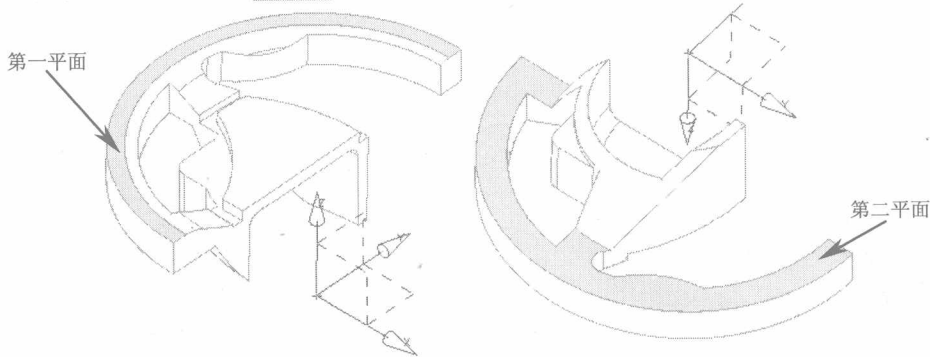

图1-31
11. 在菜单栏中选取【插入】/【基准/点】/【基准平面】命令，弹出【基准平面】对话框。设置类型为【Bisector】方式，参照图 1-31 所示，依次选取第一平面和第二平面，单击 **确定** 按钮创建基准平面，如图 1-32 所示。